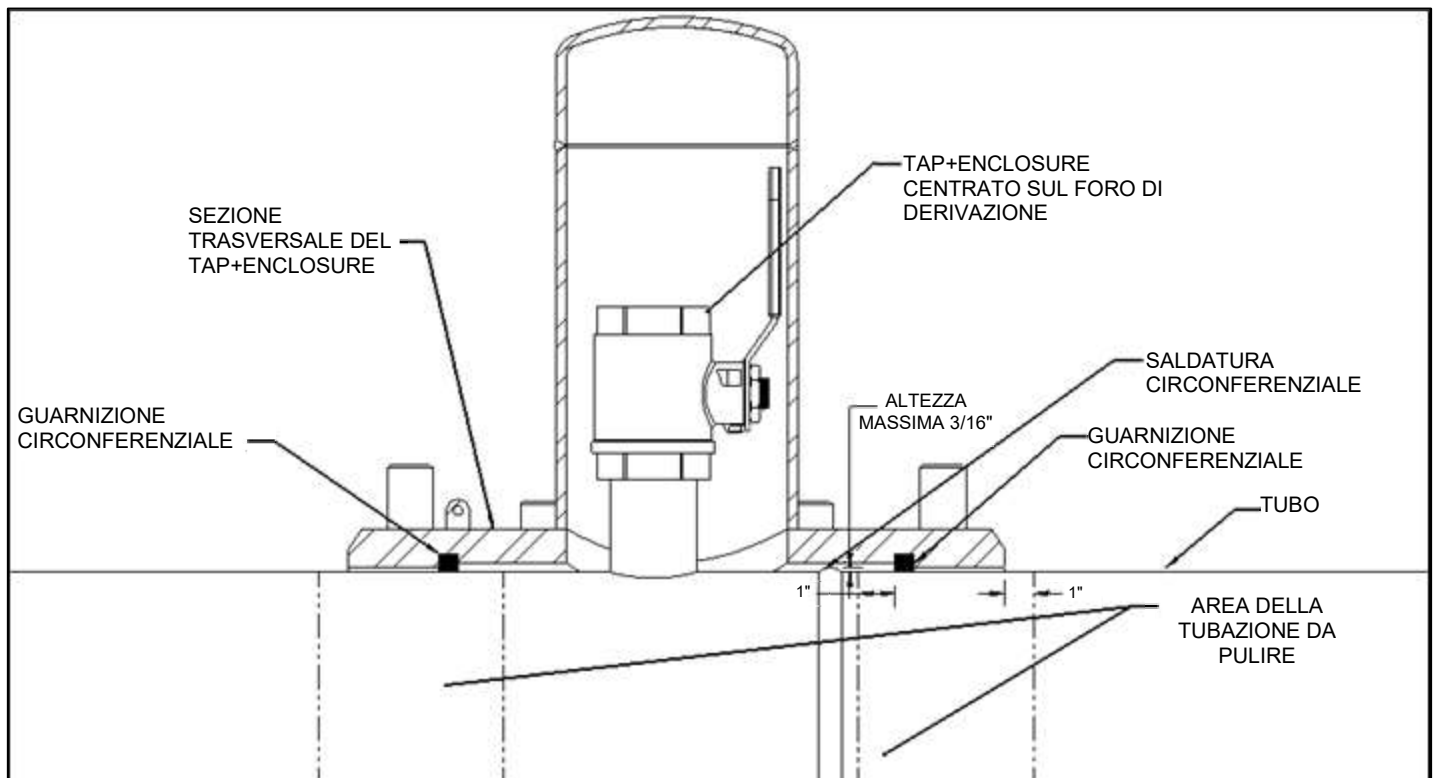

Figura 1
2. Rimuovere tutti i rivestimenti, la ruggine e le incrostazioni dalla superficie del tubo nei punti in cui le guarnizioni circonfenziali della PLIDCO Tap+Enclosure entreranno in contatto con il tubo (vedere Figura 1). È preferibile una finitura quasi "bianca", come indicato in SSPC-SP10 / NACE No.2, estesa per 1" (25 mm) prima e dopo la guarnizione. Più la superficie della tubazione è pulita, migliore sarà la tenuta. Le superfici sabbiare devono essere levigate lisce.
3. Nei punti in cui le guarnizioni circonfenziali entreranno in contatto con saldature longitudinali, saldature circonfenziali, saldature a spirale del tubo o altre sporgenze, le saldature in tale area devono essere molate a filo con il diametro esterno del tubo. L'area deve estendersi per 1 pollice (25 mm) all'interno delle guarnizioni e per 1 pollice (25 mm) oltre l'estremità della corazza, come indicato nella Figura 1 con la dicitura *"Area del tubo da pulire"*.
4. Le saldature circonfenziali e longitudinali del tubo tra le guarnizioni circonfenziali non devono essere levigate a filo, purché l'altezza della saldatura non superi 3/16 di pollice (4,7 mm) (vedi Figura 1).